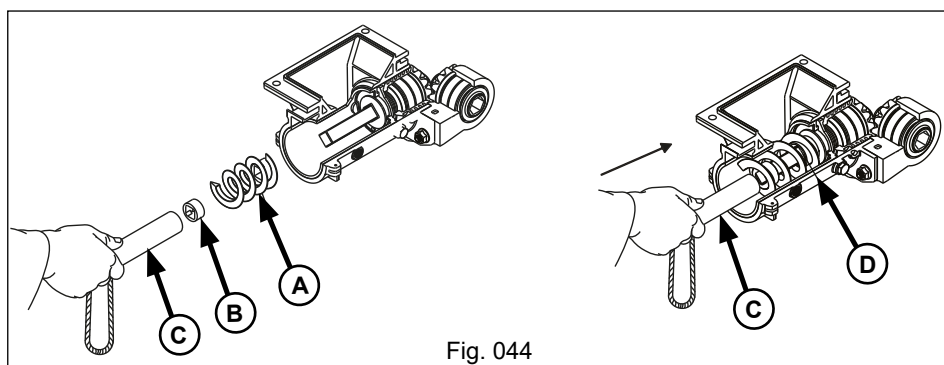

Fig. 044
c) Após a limpeza ou substituição, coloque a rosca sem fim "A", juntamente com o anel trava "B", através do tubo fixador "C", observando que a rosca sem fim e o anel trava fiquem bem posicionados na base do eixo acionador "D" (Fig. 044).